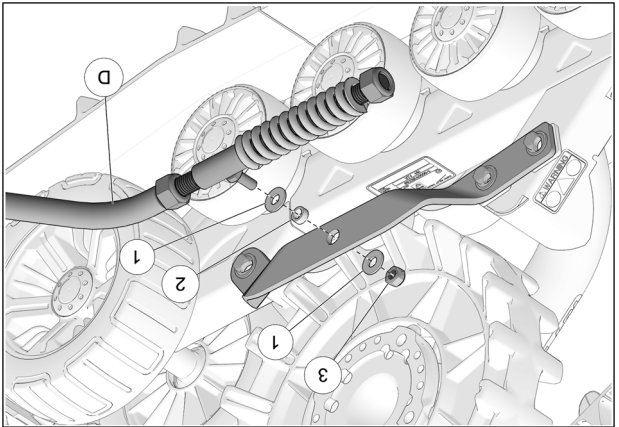

Fig. 9
9. Fixer le bras stabilisateur (D) à la pièce d'ancrage du système de traction au moyen des rondelles (1), de l'espacer (2) et de l'écrou (3). Voir la Fig. 9